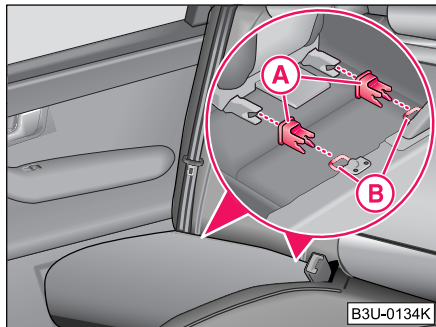

Fig. 113 Argollas de sujeción (sistema ISOFIX)
- Introduzca los conos receptores **(A)** en las argollas de sujeción **(B)** entre el respaldo y la banqueta ⇒ **página 144, fig. 113.**